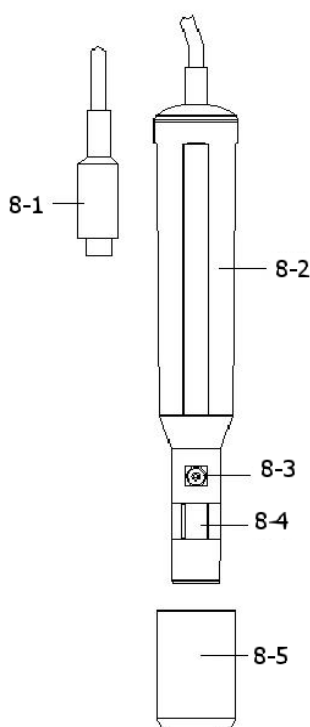

Fig. 5
- 1) Prepare la sonda de oxígeno (opcional, DOPB-11), instale el "Enchufe de la sonda" (8-1, Fig. 5) en el conector/toma de entrada "DO" (3-14, Fig. 1).
1) Instale el "Enchufe de la sonda" (8-1, Fig. 5) en la toma " DO " (3-14, Fig. 1).
- 5)**Cuando no use la sonda, deberá poner la funda de protección del cabezal de la sonda (8-5, Fig. 5)**